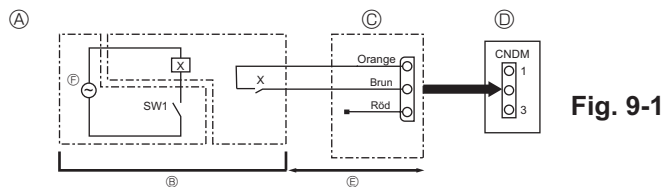

Fig. 9-1
9.1. Lågsta ljud-nivå (ändring på plats) (Fig. 9-1)